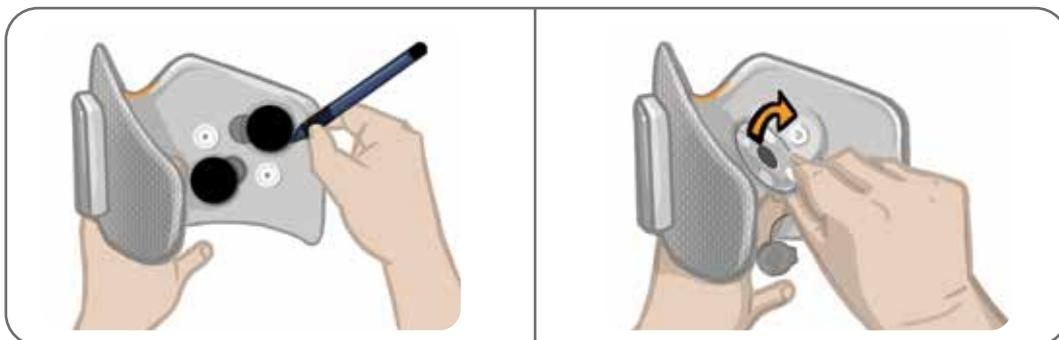

Ilustración 8-7: Marque la posición de la base del electrodo (izquierda)
2. Marque la posición de las bases de electrodos usadas en el revestimiento de la banda con un marcador indeleble. Consulte la ilustración 8-7.